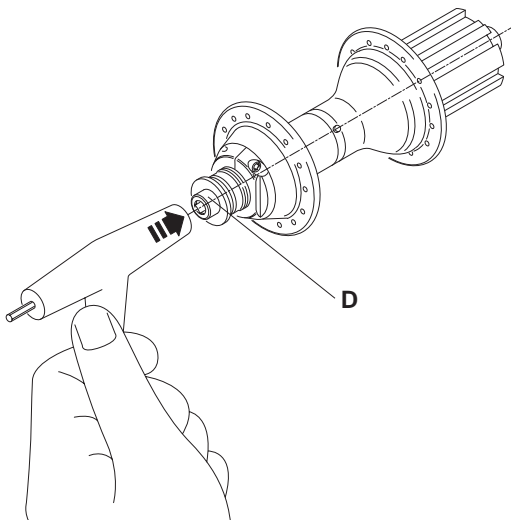

Fig. 4
- Per aumentare il gioco del perno svitate quanto basta la ghiera (C) ruotandola in senso antiorario con la mano o con una chiave da 21 mm. Battete leggermente sulla vite (D) col manico in plastica della chiave a brugola (Fig. 4 - Pag. 14).
- Avvitate la vite (A) col cacciavite (per **Daytona**) o con la chiave inserita a fondo (per **Record e Chorus**), fino a chiudere completamente lo spazio (X) sulla ghiera (C).
- To increase axle play, loosen locking (C) by turning it counter-clockwise by hand or with a 21 mm wrench. Strike screw (D) lightly with the plastic handle of the Allen wrench (Fig. 4 - Pag. 14).
- Tighten the screw (A) with the screwdriver (for **Daytona**) or the wrench properly seated on it (for **Record** and **Chorus**) until the gap (X) on the locking (C) is completely closed.
- Um das Spiel der Achse zu vergrößern die Buchse (C) lockern. Dazu die Buchse gegen den Uhrzeigersinn mit der Hand oder mit einem 21 mm Schlüssel drehen. Mit dem Kunststoffstil des Inbusschlüssels leicht auf die Schraube (D) schlagen (Abb. 4 - S. 14).
- Bei **Record** und **Chorus** die Inbusschraube (A) mit dem tief eingeführten Schlüssel und bei **Daytona** mit dem Schraubenzieher so lange anziehen, bis der Abstand (X) zur Buchse (C) vollkommen geschlossen ist.
- Pour augmenter le jeu de l'axe, dévissez dans la mesure nécessaire la bague (C) en la tournant dans le sens inverse des aiguilles d'une montre avec la main ou avec une clé de 21 mm. Frappez légèrement sur la vis (D) avec le manche en plastique de la clé Allen (Fig. 4).
- Vissez la vis (A) avec la clé insérée à fond jusqu'à fermer complètement l'espace (X) sur la bague (C).
- Para aumentar el juego del eje, desenroscar cuanto sea necesario la virola (C) girándola en sentido contrario a las agujas del reloj con la mano o con una llave de 21 mm. Golpear ligeramente el tornillo (D) con el mango de plástico de la llave hexagonal (Fig. 4).
- Enroscar el tornillo (A) con la llave Allen introducida hasta el fondo (para *Record* y *Chorus*) o el destornillador a cruz (para *Daytona*), hasta cerrar completamente el espacio (X) sobre la virola (C).
- Om speling op de as te verhogen: draai borgmoer los tegen de richting van de klok in met de hand of met een 21 mm sleutel. Klop licht op schroef (D) met het plastic handvat van de imbussleutel (Fig. 4).
- Draai de bout (A) met de sleutel aan totdat het gat (X) van de borgmoer (C) volledig is afgedicht.